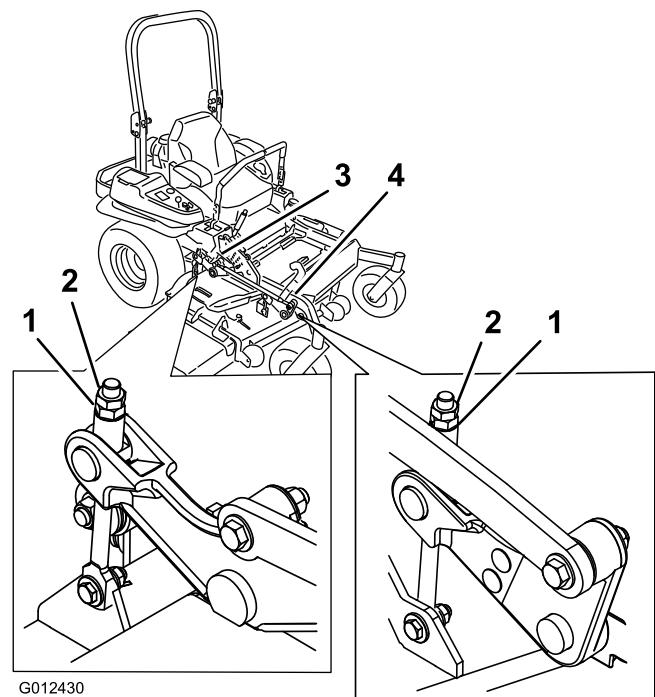

Figure 87
10. Ajustez précisément le serrage de l'écrou de réglage sur l'ensemble de relevage du plateau avant (Figure 87). Tournez l'écrou de réglage dans le sens horaire pour augmenter la hauteur et dans le sens antihoraire pour la diminuer.
16. Ajustez précisément le serrage de l'écrou de réglage sur l'ensemble de relevage du plateau avant (Figure 87). Tournez l'écrou de réglage dans le sens horaire pour augmenter la hauteur et dans le sens antihoraire pour la diminuer.